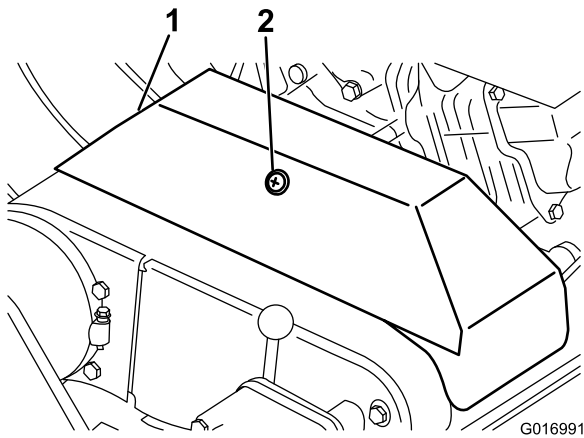

图33
3. 松开固定 V 形皮带罩的卡环，并将皮带罩旋开（图 33）。